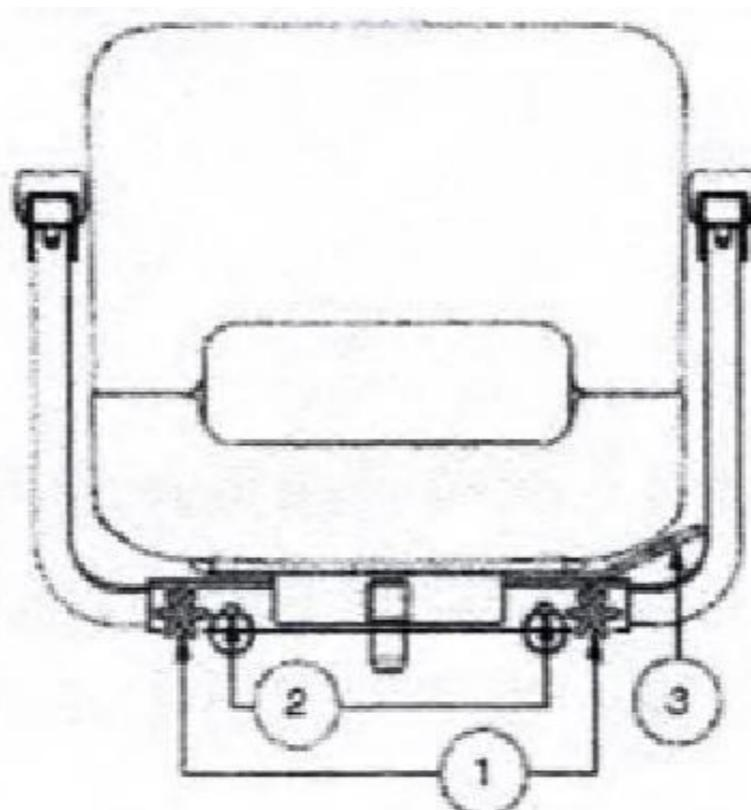

Bild 4
Um den Stuhl zu drehen, heben Sie den Griff der Drehstange an, der sich unter dem Stuhl auf der rechten Seite befindet. Drehen Sie den Stuhl in die gewünschte Position und lassen Sie den Griff der Drehstange los. Der Sitz befindet sich dann in einer festen Position (Bild 4).
Schritt 1: Lösen Sie den Einstellknopf des Handgriffs (Bild 4)